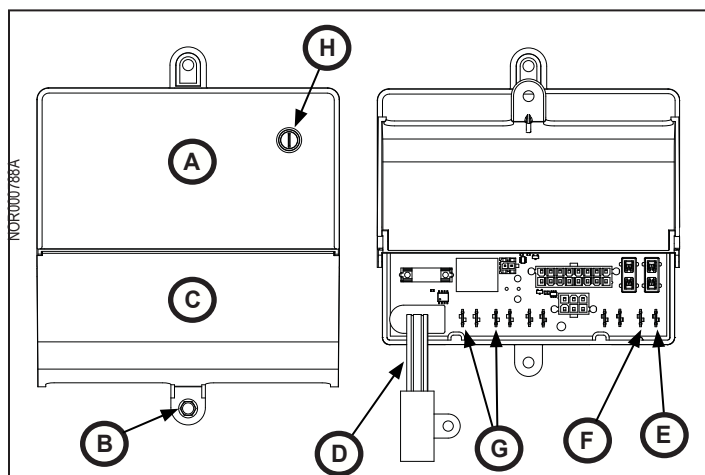

Fig. 2 - Ensemble de circuit de commande principal
- Débranchez le fil d'alimentation de +12 V c.c. du VR de la borne 12 V c.c. (Fig. 2, E) de l'ensemble de circuit de commande principal.
- Débranchez le fil de masse de 12 V c.c. de la borne de terre (Fig. 2, F) de l'ensemble de circuit de commande principal.
8. Débranchez délicatement le fil de l'électrode d'allumage (Fig. 2, H) débranchez de l'ensemble de circuit de commande principal.
9. Débranchez les fils de l'unité chauffante c.a. des bornes AC\_HT\_LO et AC\_HT\_HI (Fig. 2, G) de l'ensemble de circuit de commande principal.
5. Enlevez la vis du couvercle (1x) (Fig. 2, B) de l'ensemble de circuit de commande principal (Fig. 2, A) et relevez le couvercle (Fig. 2, C). Mettez la vis de côté.
6. Débranchez le cordon électrique 120 V c.a. (Fig. 2, D) de l'ensemble de circuit de commande principal.